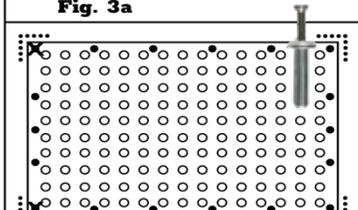

Fig. 3b
4. Ponga la baldosa en su ubicación marcada. Con una broca para mampostería de 1/4", haga hoyos de un mínimo de 2" (Fig. 3a) e inserte dos pasadores de impulsión. (Fig. 3b) **NOTA:** No insertar los pasadores todavía ya que sirven para mantener la baldosa en su lugar mientras haga los demás hoyos.